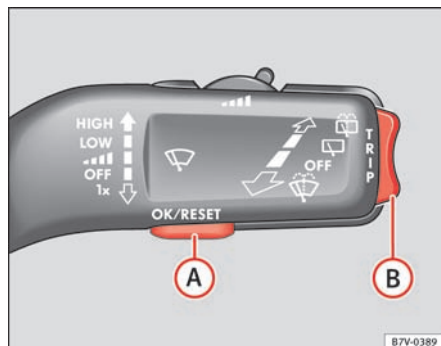
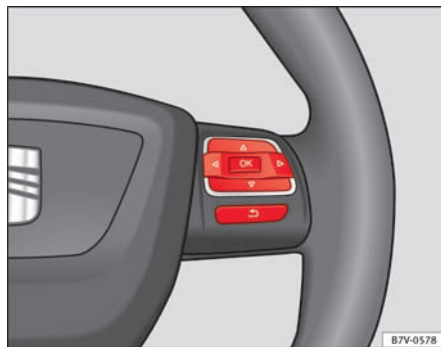

Fig. 37 Biler uden multifunktionsrat: på betjeningsarmen til viskerne: knappen (A) til bekræftelse af menupunkter og vippeknap (B) til skift mellem menuer
Fig. 38 Højre side af multifunktionsrattet: knapper til betjening af menuer i kombiinstrumentet
- Hvis der vises en information eller et piktogram af bilen, skal du trykke på knappen **OK** (⇒ Fig. 37 (A) eller ⇒ Fig. 38).
- Tryk øverst eller nederst på vippeknapen ⇒ Fig. 37 (B) eller på multifunktionsrattets pileknapper **↶** eller **↷**, indtil det ønskede menupunkt er markeret.